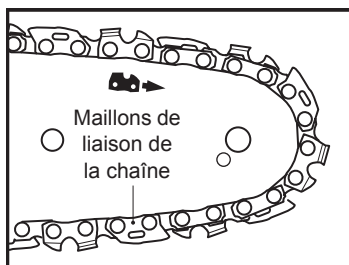

Fig. 11
1. Placer le produit sur une surface plane adaptée, le couvercle de la tronçonneuse (22) orienté vers l'avant.
2. Vérifier la tension de la chaîne en soulevant la chaîne (20) d'une main. Lorsque la chaîne peut être soulevée à environ 2 à 4 mm du guide-chaîne (19) au niveau du centre (Fig. 11 et 12), la tension est correcte.